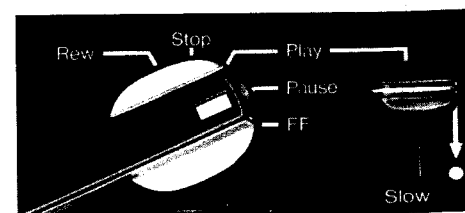

Abb. 7
Zur Einzelbildwiedergabe ist der Betriebsartenwähler ⑭ in Stellung PAUSE zu bringen (Abb. 7).